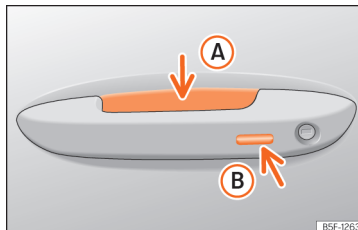

Abb. 73 Türgriff: Sensorflächen.
>>> [Abb. 73]
- Berühren Sie die auf der Außenseite des Türgriffs befindliche Sensorfläche »» (Abb. 73) (B). Alle Blinker leuchten einmal auf.
- Berühren Sie innerhalb von 5 Sekunden einmal die auf der Außenseite des Türgriffs befindliche Sensorfläche **>>> (Abb. 73) (B)**. Ergreifen Sie dabei nicht den Türgriff. Das System Keyless Access ist jetzt vorübergehend deaktiviert.